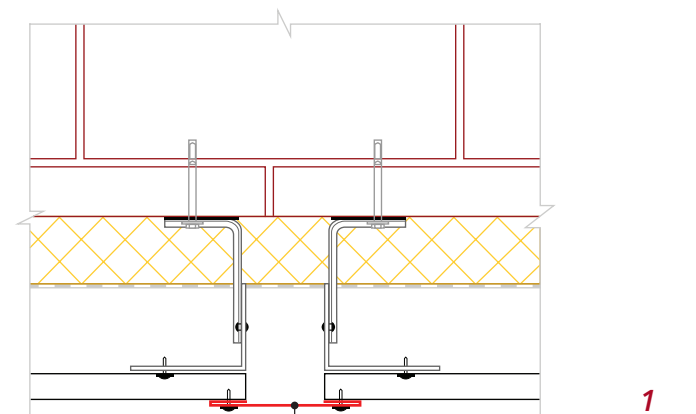

Рис. 13
- Планку стыковочную простую **1** крепите после монтажа панелей сайдинга (рис. 13). Рекомендуется использовать саморезы ПШС с окрашенной головкой, вытяжные заклепки или кровельные саморезы 5,5x19.